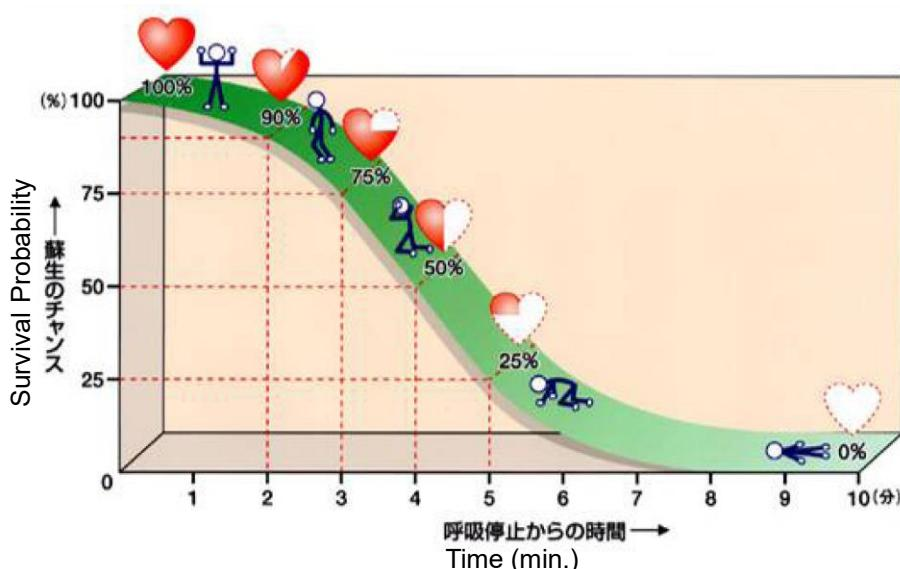

Fig. 3. ドリンカーの救命曲線(東京大学低温センター「保安技術テキスト」から抜粋)
c) 蘑生機会の急激低下： 酸欠による呼吸停止からの蘇生のチャンスは呼吸停止後 3~5 分で急激に低下し、7 分以上でほとんどゼロとなる(Fig. 3)。特に酸素濃度が低い場所に晒されている時間が長いほど死する確率は高く、数秒で生死を分ける場合もある。また、たとえ蘇生しても、言語障害、運動機能障害、視野狭窄、幻覚、ノイローゼなどの後遺症が残る場合が多い。
Sharp Drop in Resuscitation Opportunity: A chance of resuscitation decreases rapidly in 3~5 minutes after the stop of breathing, and becomes zero above 7 minutes (Fig. 3). Even if a person is resuscitated, he has sometimes after effects of disease such as speech impediment, motility disturbance, narrowing of visual field, hallucination, neurosis.